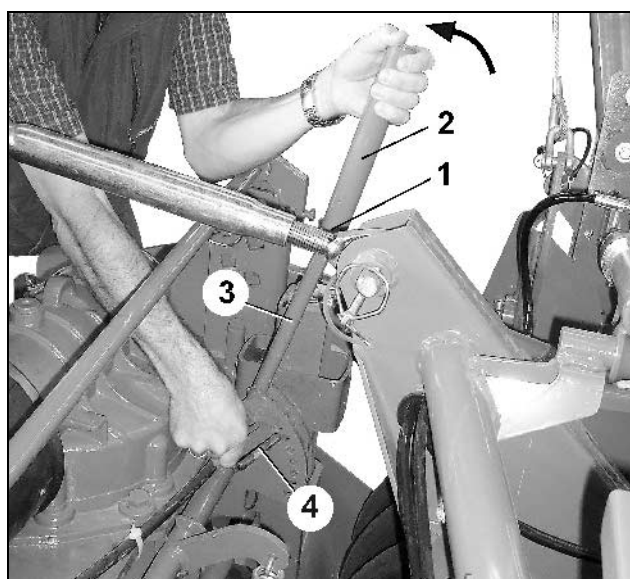

Fig. 94
- Ringsplitterne (Fig. 94/1) løsnes
- Forlængerstykket (Fig. 94/2) fjernes fra grebet (Fig. 94/3)
- Forlængerstykket drejes og monteres på grebet (Fig. 94) ved hjælp af ringbolten
- Den ønskede arbejdshøjde opnås ved at sikre indstillingen med ringsplitten (Fig. 94/4).